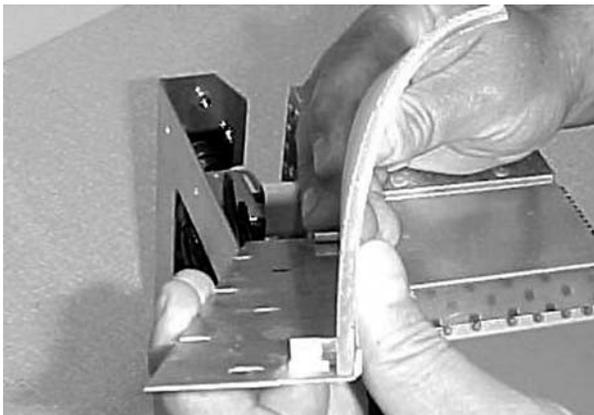

Figure 4-7 Courbure du réflecteur à projection et support de maintien
**Réflecteurs à projection :** Voir les figures 4-7 et 4-8. Le bord du réflecteur reposera sur les ressorts de maintien sur le bord intérieur du support.